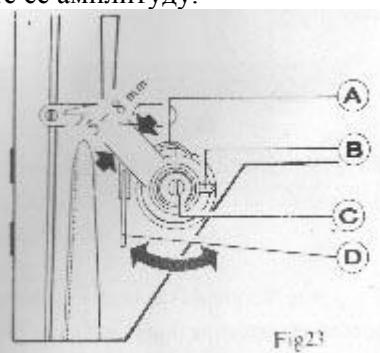

Рис. 23
5.1.2 Регулировка амплитуды пружины нитепрятягивателя (рис. 23)